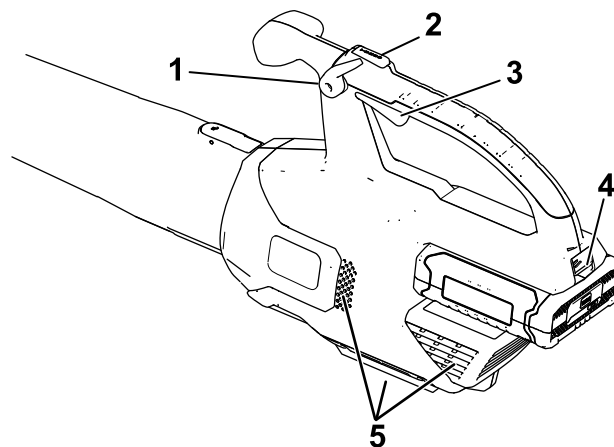

Figure 4
2. Pour mettre le souffleur en marche, serrez la gâchette de vitesse variable (Figure 4).
**Remarque:** Enclenchez le blocage de vitesse pour laisser la machine tourner sans avoir à appuyer sur la gâchette de vitesse variable (Figure 4).
Pour accélérer le débit, appuyez sur le bouton Turbo Boost et maintenez-le enfoncé pendant la durée souhaitée (Figure 4).
Pour arrêter le souffleur, déverrouillez le blocage de vitesse (le cas échéant) et relâchez la gâchette à vitesse variable (Figure 4).